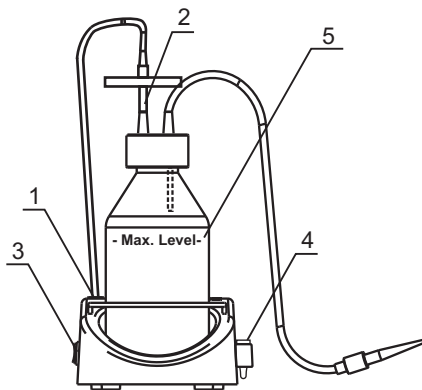
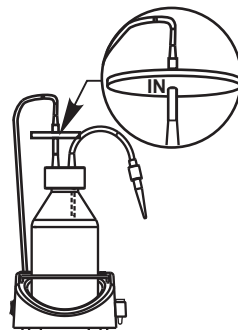

Рис.1 Прибор в сборе
Рис.2 Расположение фильтра
- прикрутите трубку, идущую от фильтра, к гнездовому разъёму насоса (рис. 1/1), расположенному на верхней лицевой части корпуса (поворотом вправо);
- убедитесь в том, что фильтр в гнездо установлен плотно (рис. 1/2);
- 4.2 Установите сетевой выключатель, расположенный на боковой панели прибора, в положение ON (рис.1/4).
Замена фильтра (рис.1/2, рис. 2). Снять фильтр, отсоединив его от входной и отходной трубки, заменить фильтр плотно закрепив его на место.
Внимание! Соблюдайте расположение фильтра согласно рис.2. Гравировка “IN” должна быть расположена на стороне входной трубки (выход из бутылки)!